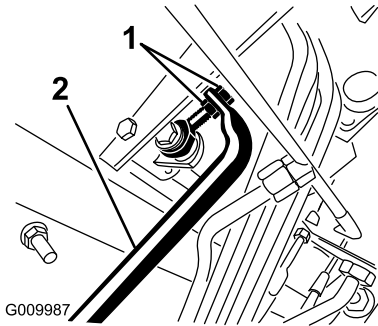

Figura 112
5. Regolate i controdadi dal lato asta della pompa per muovere in avanti il tubo di controllo della pompa ed eliminare lo spostamento in avanti, o per muoverlo indietro ed eliminare lo spostamento indietro (Figura 112).